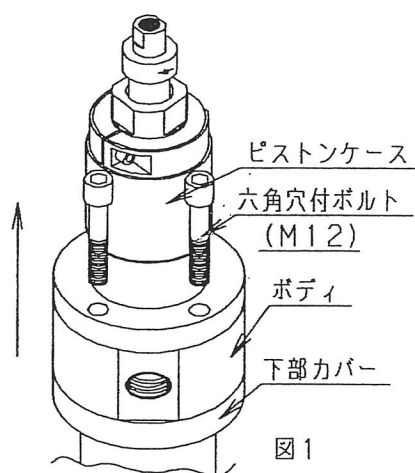

図1
- ① 近接プレートを取付けている六角穴付ボルト(M5)を緩め近接スイッチを外します。最上部の油圧ホース、超高圧配管、ドレン配管を外します。
- ② ピストンケースを固定している六角穴付ボルト(M12)を緩め、ピストンケース・ボディの順に上部に引抜き下部カバーから外します。(図1)